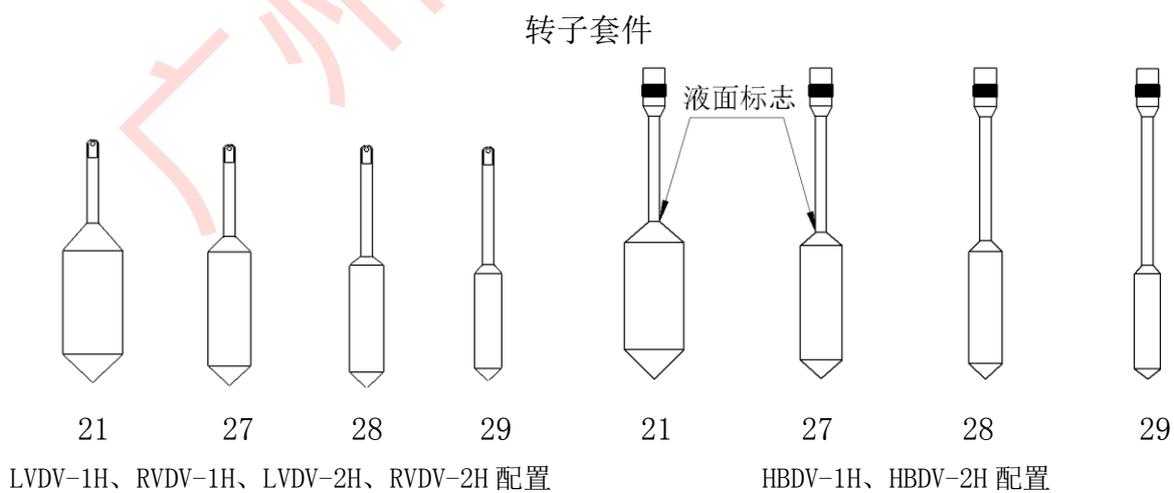

图 3
4.5.2.9 用专用镊子钳将量筒从加热炉中取出并洗净，倒入 10~20mL 样品后，通过调节粘度计上的升降旋钮使转子浸入样品并达到液面标志，如图 3，然后盖上保温盖